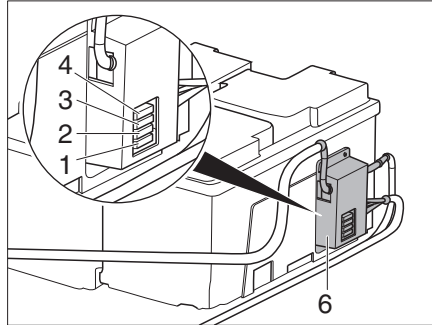
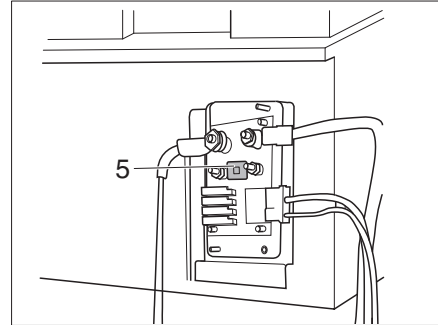

Bild 316 Sicherungen Wohnraumbatterie (optional)
Bild 317 Sicherung Ladebooster (Abdeckung abgenommen)
► Um an die Sicherung F5 (Bild 317,5) für die EBL Zuleitung zu gelangen, muss die Abdeckung (Bild 316,6) abgenommen werden.